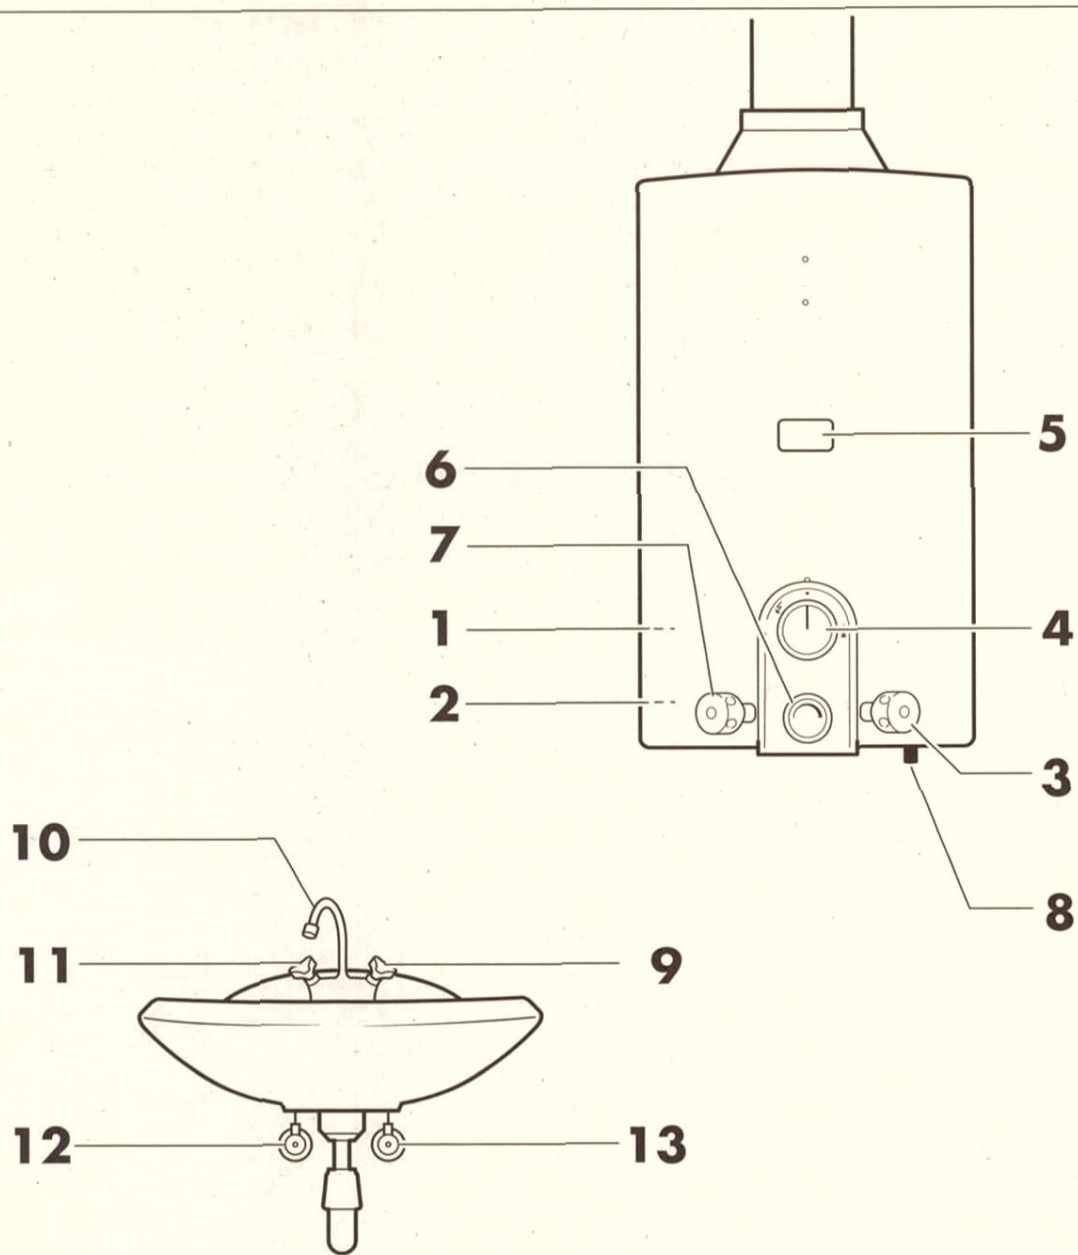

fig. 00
- Drejeknap (4)
- Trykknop (8).
- Drejeknap(4) trykkes ind og drejes fra slukket pos. ● til tændstilling ↷
- Drejeknappen (4) holdes i denne position mens man samtidig trykker trykknappen (8) ind.
☞ Når pilotflammen er aktiveret/tændt, høres et højt klik og De kan gennem skueglasset (5) se om der er flamme (se fig. 00).
- Hold trykknappen (4) inde i endnu ca. 10 sek. før knappen slippes og slip drejeknappen (8).